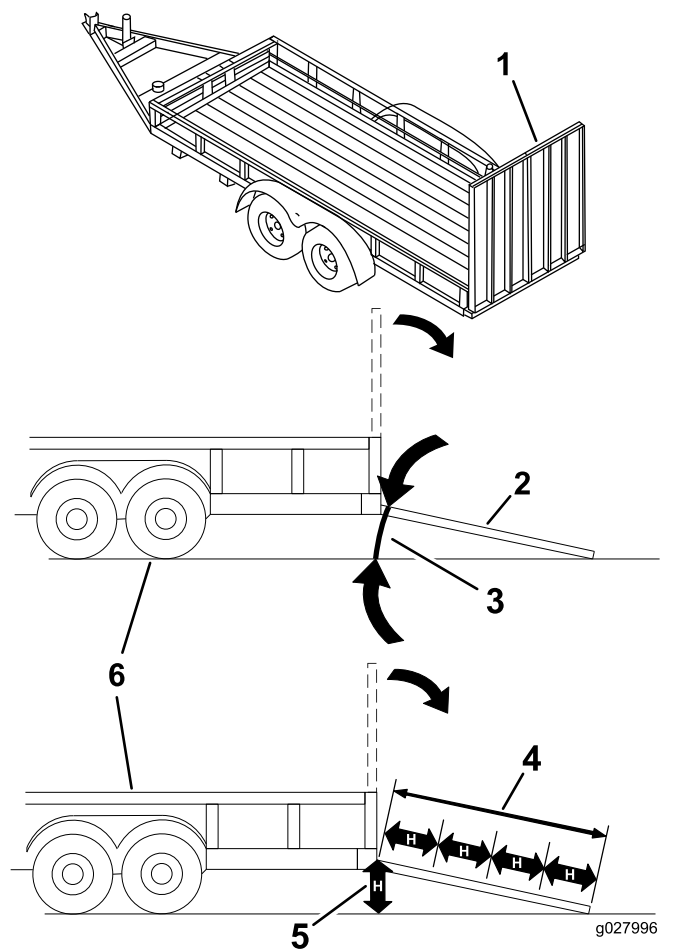

Figura 38
Încărcarea unei maini pe o remorcă sau un camion crete riscul de răsturnare i poate cauza răniri grave sau moartea (Figura 38).
3. Coborâi rampa, asigurându-vă că unghiul dintre rampă i sol nu depășete 15 grade (Figura 38).
1. Coborâi rampa, asigurându-vă că unghiul dintre rampă i sol nu depășete 15 grade (Figura 38).